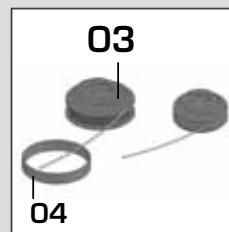

Fig. 13
Retire o carretel (3) e a abraçadeira de proteção (4) do carretel e enrole o fio de nylon. Em seguida, introduza o fio de nylon no furo da abraçadeira. Recoloque a abraçadeira no carretel e o carretel no porta carretel do aparador. **[Fig. 13]**.
No caso do fio de nylon romper-se dentro do carretel (3), retire a abraçadeira de proteção (4) do carretel e puxe o fio cerca de 8cm. Em seguida, introduza o fio de nylon no furo da abraçadeira. Recoloque a abraçadeira no carretel e o carretel no porta carretel do aparador. [Fig.13].